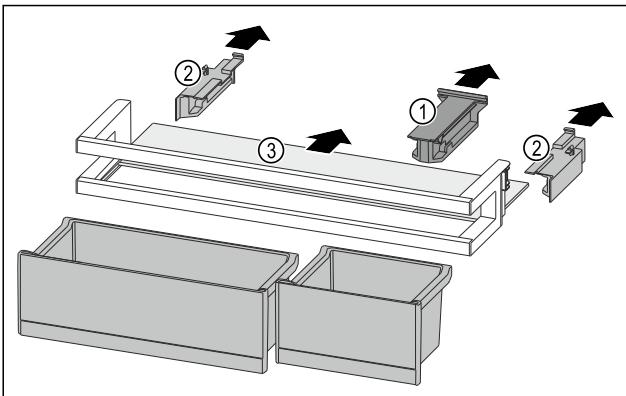

Fig. 117
- ▶ Изтеглете задържащата част Fig. 117 (1).
- ▶ Изтеглете страничните части Fig. 117 (2).
- ▶ Свалете рафта Fig. 117 (3).